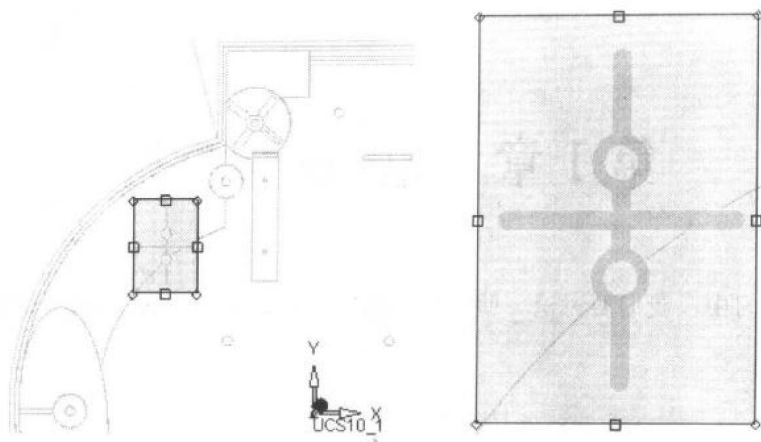
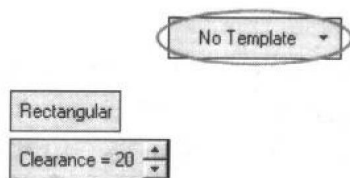

图 1-2
图 1-3
- (6) 设定如图 1-2 所示编辑方框。
- (7) 单击鼠标中键确认，将所选曲面添加到电极中。
- (8) 在特征向导内的 Optional（可选步骤）项目中选择 Fit To Selection（适当选取）的图标 .
- (9) 设定图 1-3 中所示的参数并确定。